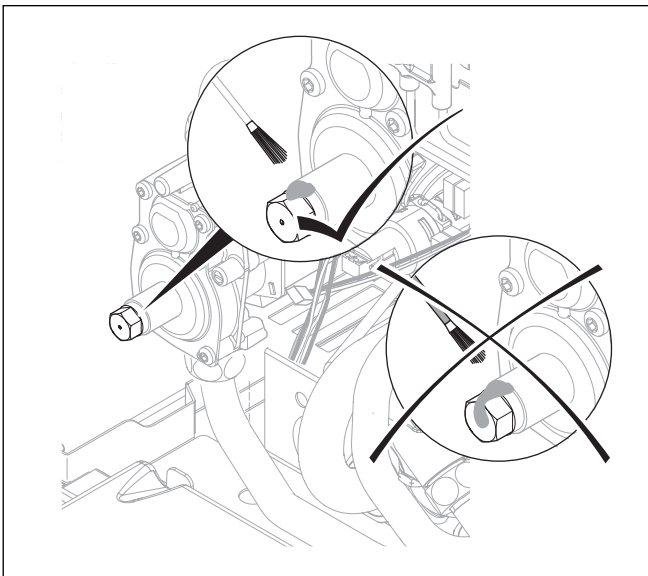

Abb. 6.7 Sechskant an der Gasarmatur versiegeln
- Schrauben Sie den Sechskant an der Gasarmatur wieder fest und versiegeln Sie diesen; siehe Abb. 6.7.